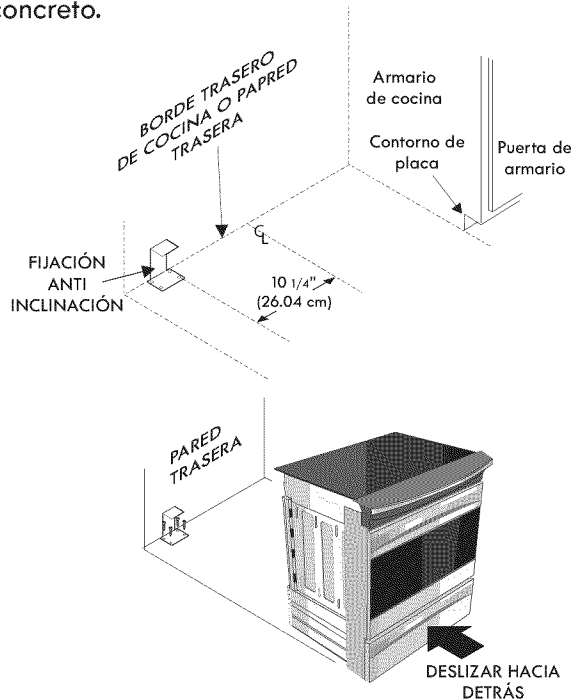

Figura 12
4. Retire el modelo y ubique la abrazadera en el suelo. Alinee los orificios en la abrazadera con las marcas en el suelo y ajuste con los cuatro tornillos provistos. La abrazadera debe quedar fijada al suelo (figura 12) sólido. Si se fija al suelo concreto, primero haga orificios pilotos de un diámetro de 3/16" (0,48 cm), utilizando una barrena para concreto.
6. Deslice la cocina hacia su lugar asegurándose que la pata de centro trasera está completamente segura con el soporte anti-inclinación (figura 12). Baje la cocina ajustando las 4 patas de nivelación hasta que la plancha de cocinar está apoyada en el mostrador. Refiere a la "Nivelación de la cocina" a la página 6.